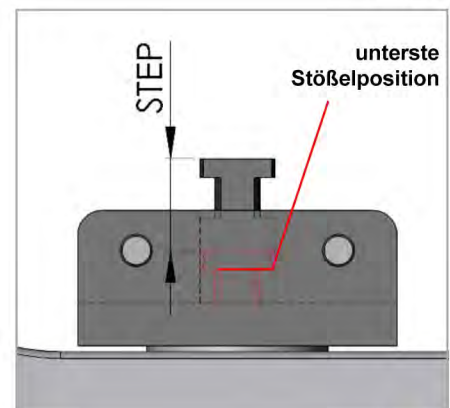

Abb. 7.2
- + Betätigen Sie nun den Drucktaster rechts/links und gleichzeitig den Fußschalter und halten Sie diese gedrückt, bis der volle Arbeitszyklus beendet ist. Der Stößel steht jetzt in der untersten Position (Abb. 7.2).